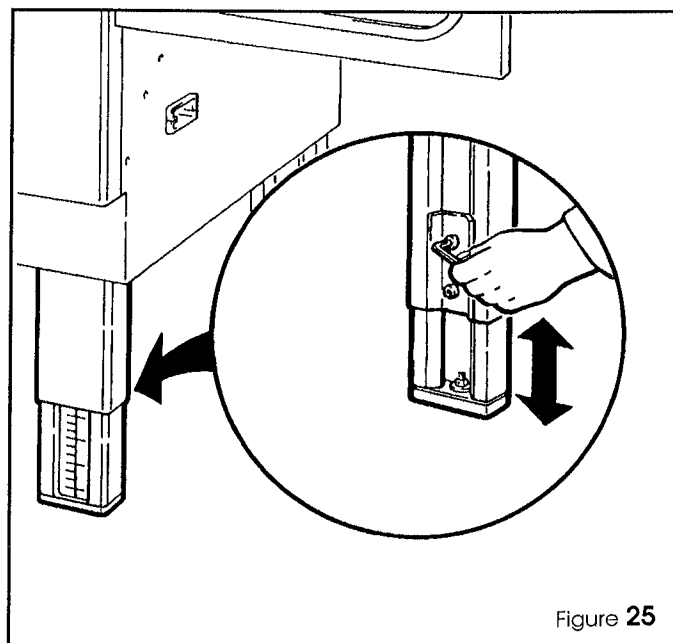

Figure 25
- 2 - Desserrer les vis, comme indiqué sur la Figure 25, et régler les pieds à la hauteur désirée, en se référant à l'échelle graduée.
- 2- de schroeven in de poten, zoals aangegeven in afbeelding 25, losdraaien en de poten op de gewenste hoogte instellen; gebruik ter vergelijking de op de poten aangebrachte schaalverdeling.